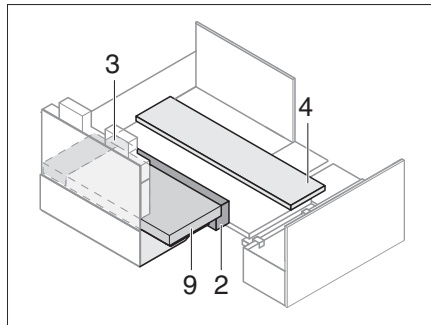

Fig. 199 Posicionar los cojines adicionales
- Posicionar los cojines adicionales (Fig. 199). La distancia se obtiene mediante los cojines insertables.
- Introducir los cojines del asiento y los ensanchamientos del asiento. Poner el cojín del respaldo (Fig. 199,9) sobre los cojines adicionales.